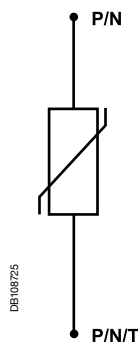

Fig. 12 - Enkeltpolet overspændingsafleder iht. varistorprincippet.
- Overspændingsafleder med varistorer er i øjeblikket den bedst mulige løsning set i relation til pris/ydelse pga. af deres enkle konstruktion og pålidelighed (fig. 12 og 13).